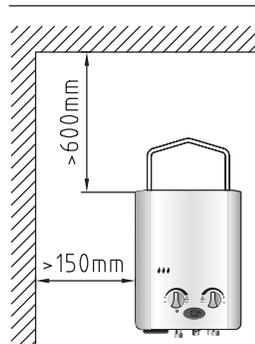
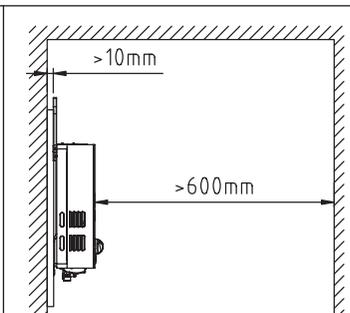

Fig. 2
Fig. 3
- Godkendte afstande: se fig. 2 og fig. 3.